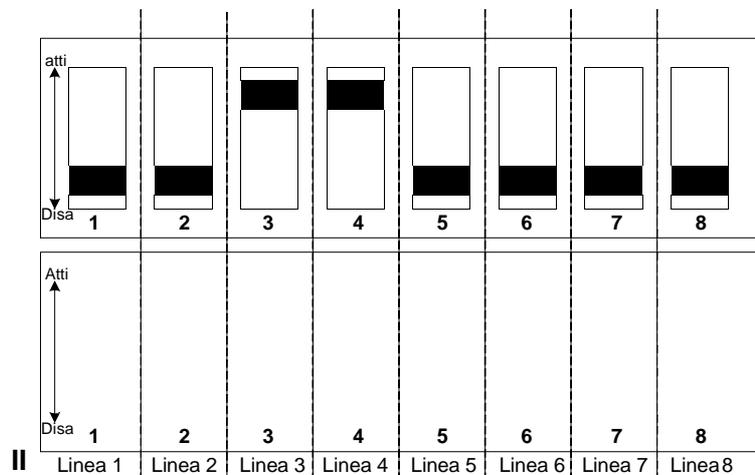

Fig.2
La modalità di funzionamento delle linee viene definita da una coppia di microinterruttori (pos.4, fig.1). Per ciascuna linea è prevista una coppia d'interruttori, la cui posizione stabilisce la modalità di funzionamento (fig.2).
La Centrale entra in modalità Test dopo un intervento manuale che imposta il funzionamento in condizioni di test. La Modalità Test viene impostata attraverso una coppia d'interruttori (pos.4, fig.1). Per ogni linea è prevista una coppia d'interruttori, la cui posizione stabilisce la modalità di funzionamento (fig.2) di ogni singola linea.